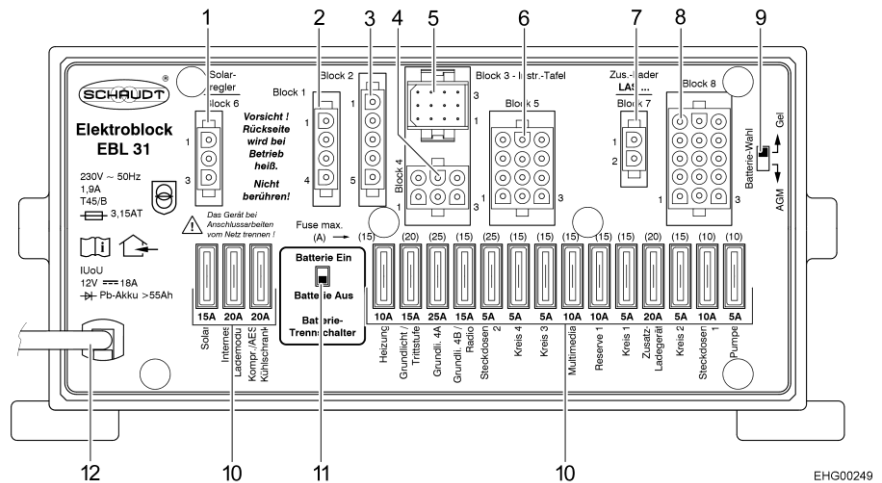

Bild 41 El-block (EBL 31)
- ▷ Förbrukare som laddare, laddningsregulator för solpanel, panel och liknande förbrukar ström från batteriet, även då huvudbrytaren 12 V på panelen (Bild 42,6) är frånkopplad. Därför bör du ställa batteri-brytaren (Bild 41,11) på el-blocket på "Batterie Aus" (batteri från) om fordonet inte ska användas under en längre tid.